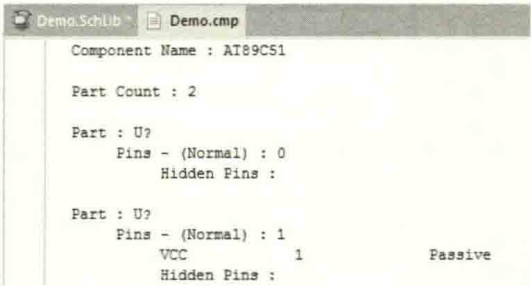

图 3-21 元件信息报告
- (1) 打开 SCH Library（元件库）面板，选中元件库中需要检查的元件。
- (2) 执行菜单命令“Reports-Component”，即可给出该元件的相关信息，如图 3-21 所示。